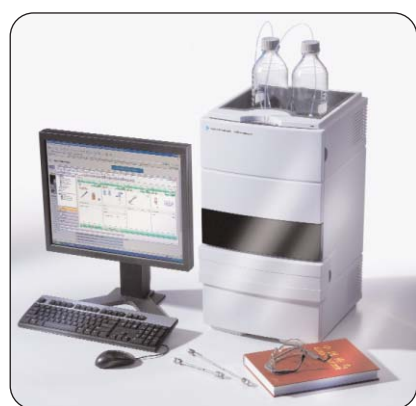

図 1
- Agilent 1120 Compact LC (デガッサを内蔵したグラジエントポンプ、バイアルトレイ付きオートサンプラ、可変波長 UV-Vis 検出器から構成、図 1 参照)